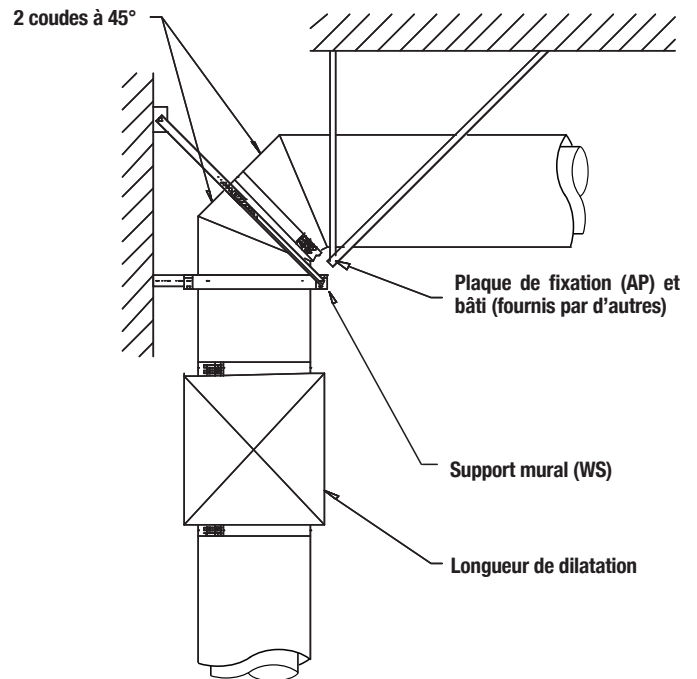

Figure 17 - Coude supporté
2. Le raccord d'agrandissement conique induit une chute de pression inférieure à celle du raccord d'agrandissement à épaulement, mais il nécessite plus d'espace. Il présente un angle de 15° et permet d'augmenter d'une, deux ou trois dimensions. La hauteur du raccord varie en fonction des diamètres considérés (voir Figure 17).
4. Les coudes ne sont pas conçus pour supporter les charges de flexion et doivent être supportés structurellement (voir Figure 17). Des composantes structurelles telles que des poteaux ou des poutres peuvent aussi être utilisées pour maintenir les supports de la cheminée en position.